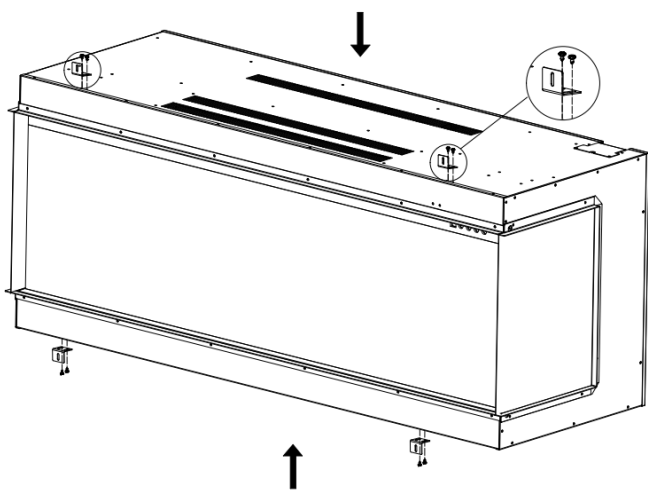

Fig.3-2
5. Fissare le staffe a L (I) con le viti del passo precedente. Fig.3-2